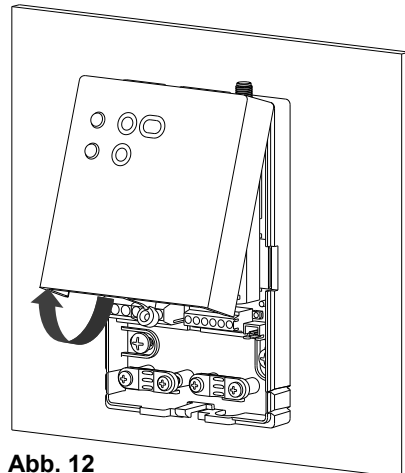

Abb. 12
⑦ Drehen Sie den Deckel mit leichtem Druck und nehmen Sie ihn dann vollständig ab (Abb. 12).